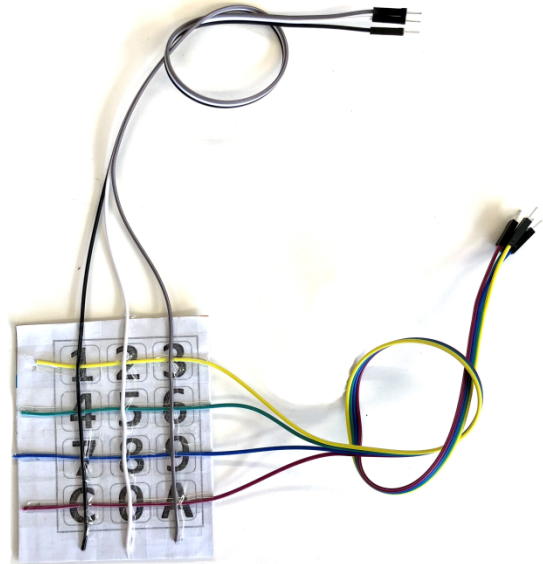

Abbildung 1: fertiger Touchscreen
- Die drei übrigen langen Kabel anschließend mittig über die Spalten des Papier-Ziffernblocks legen (vgl. Abb. 1).
- Vier der sieben langen Kabel mittig über die Zeilen des Papier-Ziffernblocks legen wie in Abb. 1 zu sehen.